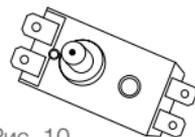

Рис. 10
– для водонагревателей серий RS1: открутить гайку крепления термовыключателя, закрепленного на фланце ТЭНа, перевернуть термовыключатель и нажать до щелчка кнопку, расположенную по центру термовыключателя рис. 10;